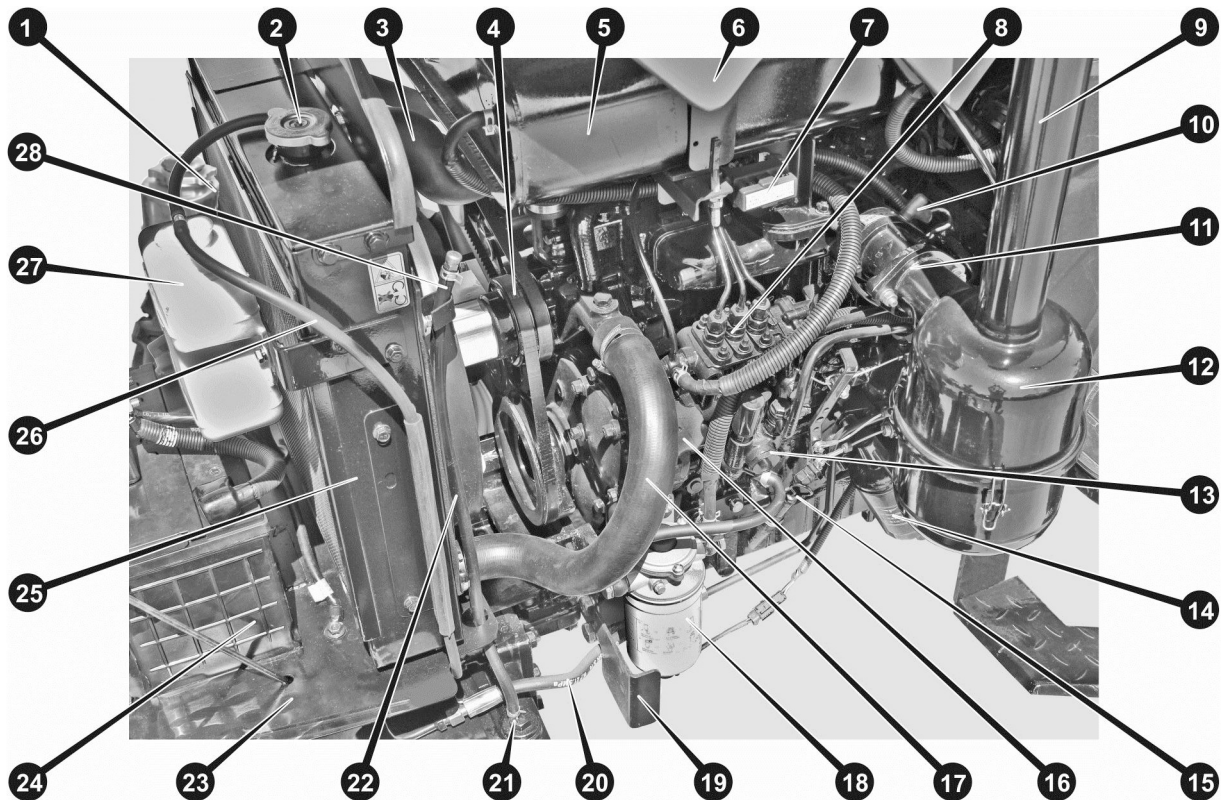

Рисунок 3.3. Двигун ДД390, вид зліва
Трактори ДТЗ обладнані системою очищення повітря з масляним інерційно-контактним повітряним фільтром. Очисник повітря встановлений з лівого по ходу руху трактора боку двигуна. З метою захисту фільтрувальних елементів фільтра повітря від попадання великої кількості пилу і бруду з-під коліс трактора, а також для уникнення попадання води при подоланні водних перешкод, повітрязбірник винесено на трубі на висоту більше 1,6 метра. Для полегшення пуску двигуна в холодну пору року на патрубку повітряного колектора двигуна встановлена спіраль розжарювання (10) (див. рис. 3.3), керована з центрального перемикача («замка запалювання»).